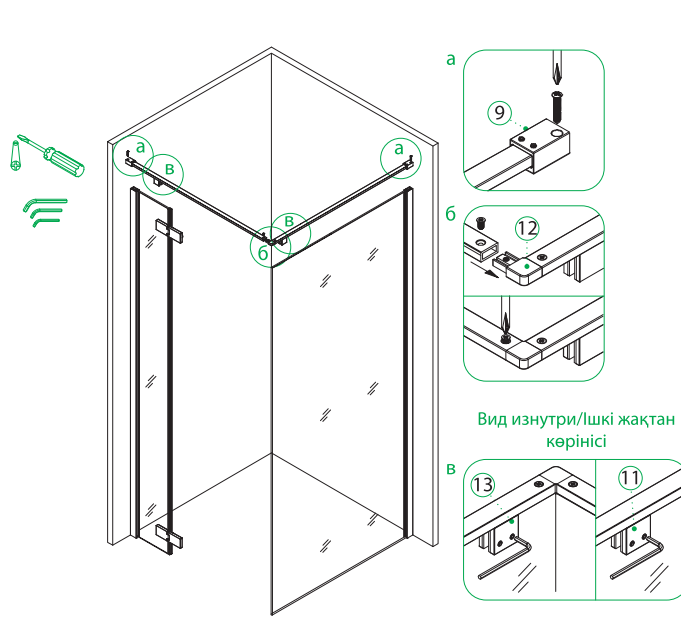

Рис. 11/11-сур.
7. Соберите верхнюю конструкцию ограждения, крепко закрепив верхние заглушки пристенных профилей (№9, рис. 11-а) и угловой коннектор (№12, рис. 11-б), также слегка закрепите верхние держатели стекла (№11, №13) для последующей регулировки (рис. 11-в).